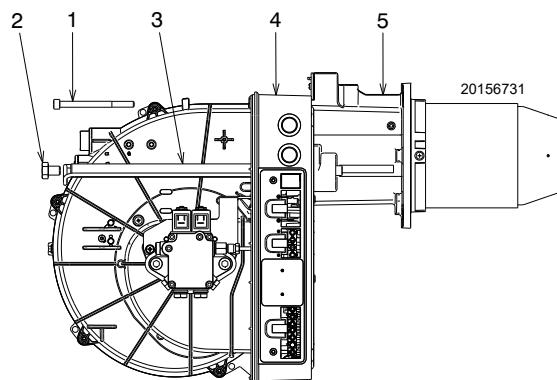

Abb. 13
- Montieren Sie dann wieder den Brenner 4) auf den Führungen 3) und lassen Sie ihn bis zum Flansch 5) gleiten, halten Sie ihn dabei leicht angehoben, um zu vermeiden, dass die Flammenstabilisatorgruppe gegen die Führungsklappen 6) des Flammrohrs (Abb. 13) drückt.
- Ziehen Sie die Schrauben 2) an den Führungen 3) und die Schraube 1), die den Brenner am Flansch befestigt, fest (Abb. 13).